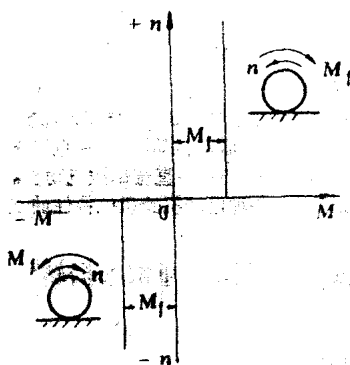

图 1-6 阻转矩负载特性
1. 阻转矩负载：这类负载所产生的转矩方向始终与运动方向相反，也就是说转速方向改变时转矩方向也改变，其特点是转矩负载始终是起阻碍运动作用的称阻转矩或反作用转矩。例如摩擦负载，运行机构的负载等属于这一类。特性如图 1-6 所示，其特性分布在第一和第三象限内。